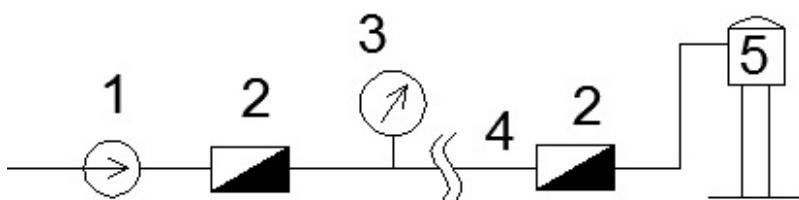

Рис. 2. Схема определения утечки воды водомерами:
- с помощью водомеров. Устанавливают два водомера (рис.2, 3), один на насосной станции после насоса, а второй – в конце испытуемого участка. Разность показаний приборов даёт величину утечки. Водомеры должны быть тарированы и поверены перед испытанием;